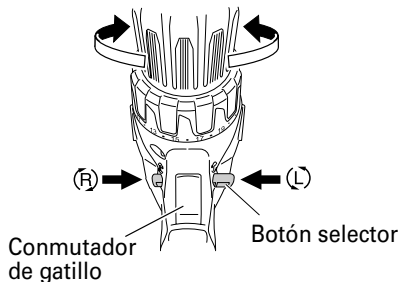

Fig. 10
La broca rota hacia la derecha (mirándola desde atrás) al oprimir el lado R (der.) de inversión. El lado L (izq.) se usa para hacer girar la broca a la izquierda (Vea las Fig. 10). (Las marcas (L) y (R) están en el botón selector.)